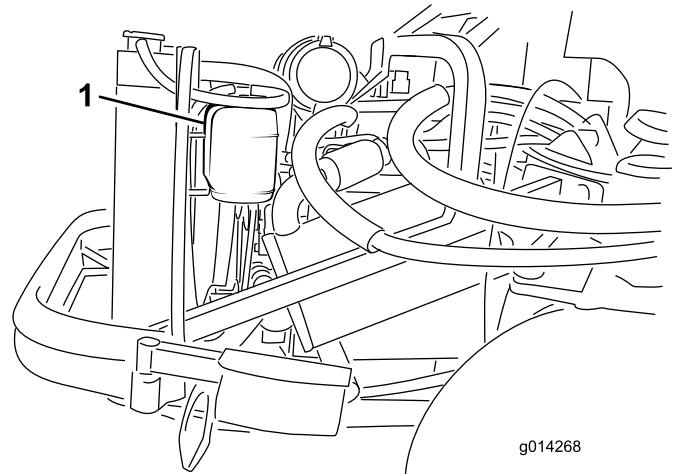

図 33
1. 液量の点検は補助タンクで行う(図 33)。タンク側面についている2本のマークの間であれば適正である。